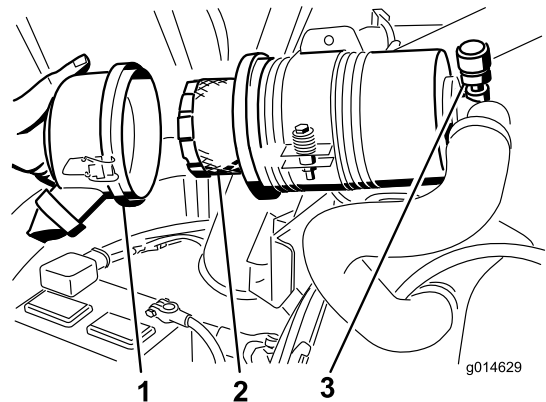

Figure 75
3. Déposez et remplacez le filtre (Figure 75).